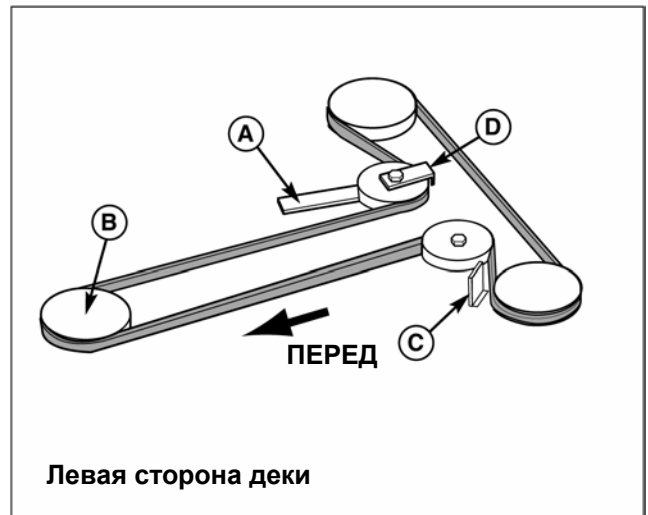

Рис. 30. Типичная схема вращения ремня на деке с двумя ножами
3. Нажмите на рычаг натяжного шкива (А, рис. 30 и 31), чтобы ослабить натяжение ремня. Снимите ремень со шкива ВОМ.